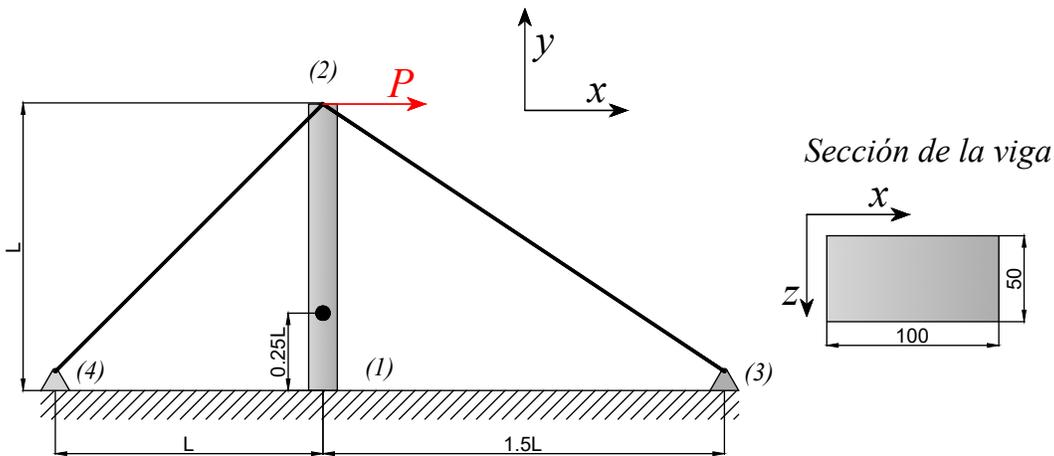

Figura 1: Estructura
**Problema 1.– (3.0 Pts.)** La estructura de la Figura 1 es parte de un mecanismo de una máquina para limpiar troncos, se identifican tres elementos, una viga y dos tirantes (cuerdas). Si las piezas se construyen de acero SAE 1020 ( $E = 200 \text{ GPa}$ ,  $\nu = 0.3$ ,  $\sigma_y = 250 \text{ MPa}$ ), la viga tiene una sección rectangular maciza de  $100 \times 50 \text{ mm}^2$ , los tirantes una sección circular de 10 mm de diámetro, y la carga  $P = 10000 \text{ N}$ , se pide: